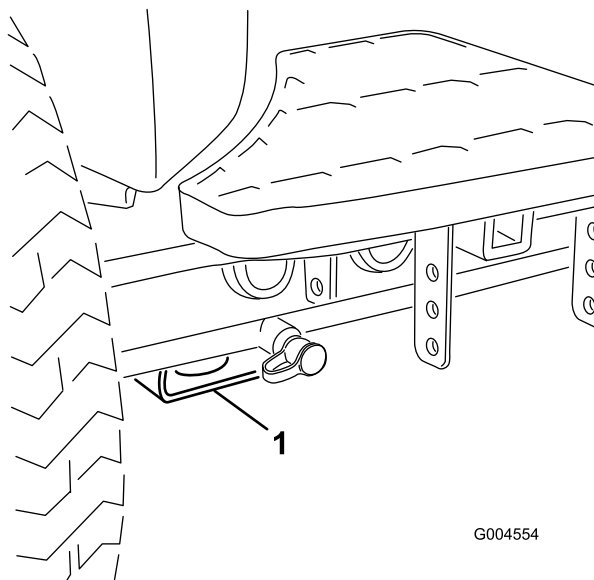

Рисунок 46
- В передней части – используйте прямоугольную подкладку под трубой моста внутри каждого переднего колеса (Рисунок 46).